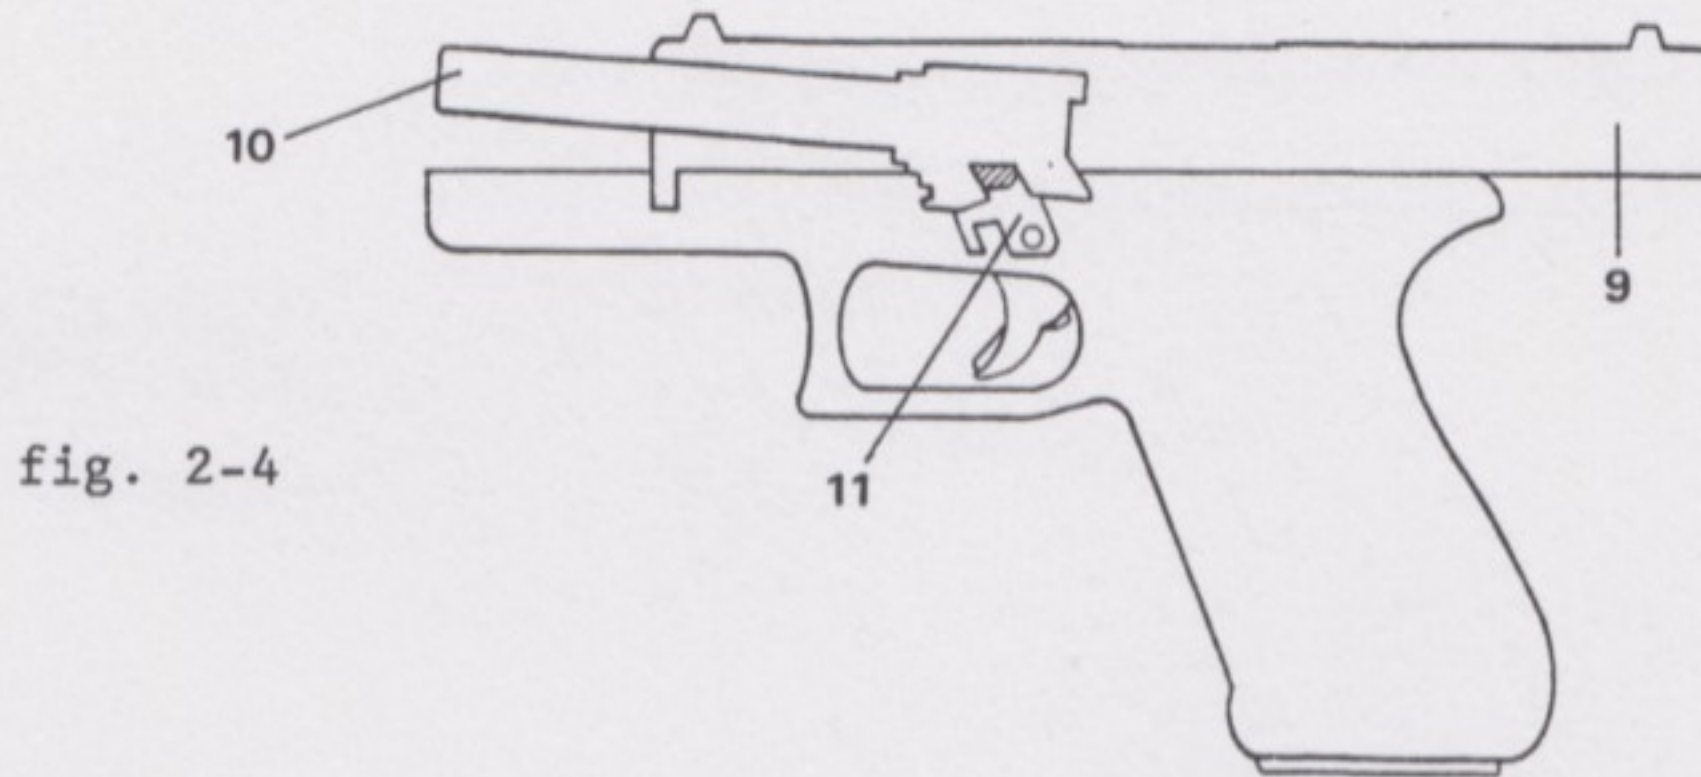

fig. 2-4
De terugstoot drijft de slede (9) met de loop (10) naar achteren. Na 3 mm terugloop (mechanische veiligheid) worden loop en slede ontgrendeld. De achterzijde van de loop zakt langs de kam (11) naar beneden en wordt in deze stand vastgehouden zie fig.2-4.